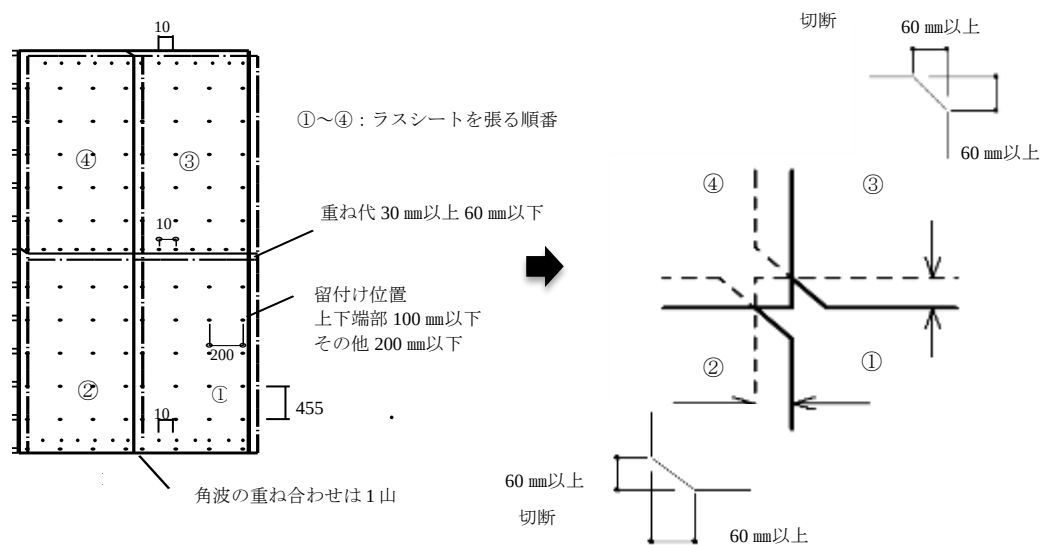

図 17 ラスシートの重ね加工と納まり例
- ・ラスシートが 4 枚重ねになる場合は、図 17 に示す角波亜鉛鉄板部の上部右隅と下部左隅の角を切り落とし、3 枚重ねとなるようにします。ラス部分は切らないで下さい。
- ・加工のポイント：あらかじめ②と③に来るラスシートの角を重ね合わせた状態で、ハンドサンダーなどで切断すると簡単です。